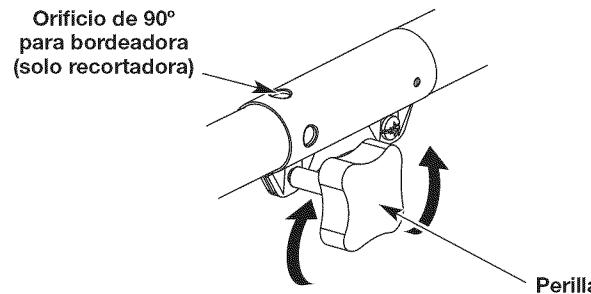
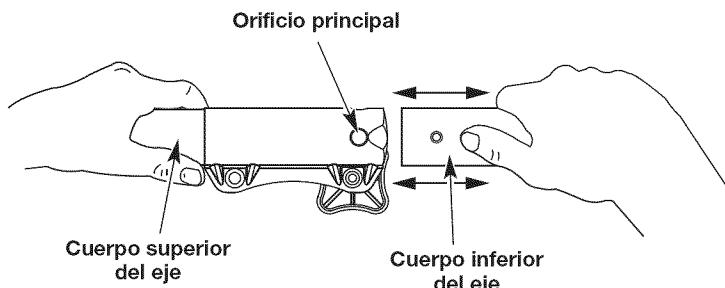

Fig. 3
Fig. 5
1. Para aflojar, gire la perilla en sentido contrario a las agujas del reloj (Fig. 3).
2. Sosteniendo firmemente el accesorio de corte u otro accesorio, empújelo directamente dentro del acoplador Convertible™ hasta que el botón de desconexión encaje sólidamente en el orificio principal (Fig. 5).
3. Para apretar, gire la perilla en el sentido de las agujas del reloj (Fig. 3).
**PRECAUCIÓN:** Antes de operar esta unidad, cerciórese de que el botón de liberación esté completamente encajado en el orificio principal (Fig. 5) y de que la perilla (Fig. 3) esté bien apretada.
Para hacer cortes (orillados) decorativos con el accesorio de corte del cabezal de línea, trabe el botón de desconexión del accesorio en el interior del orificio de 90° (Fig. 3).
3. Sujetando el cuerpo del eje superior, tire directamente del accesorio de corte o de cualquier otro accesorio para sacarlo del acoplador Convertible™ (Fig. 5).